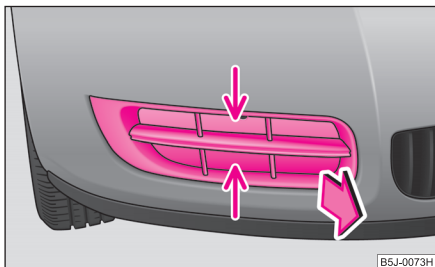

Fig. 166 Bara de protecție față: Grilajul protector
- Apucați grilajul de protecție de locul marcat cu săgeată și scoateți-l ⇒ fig. 166.